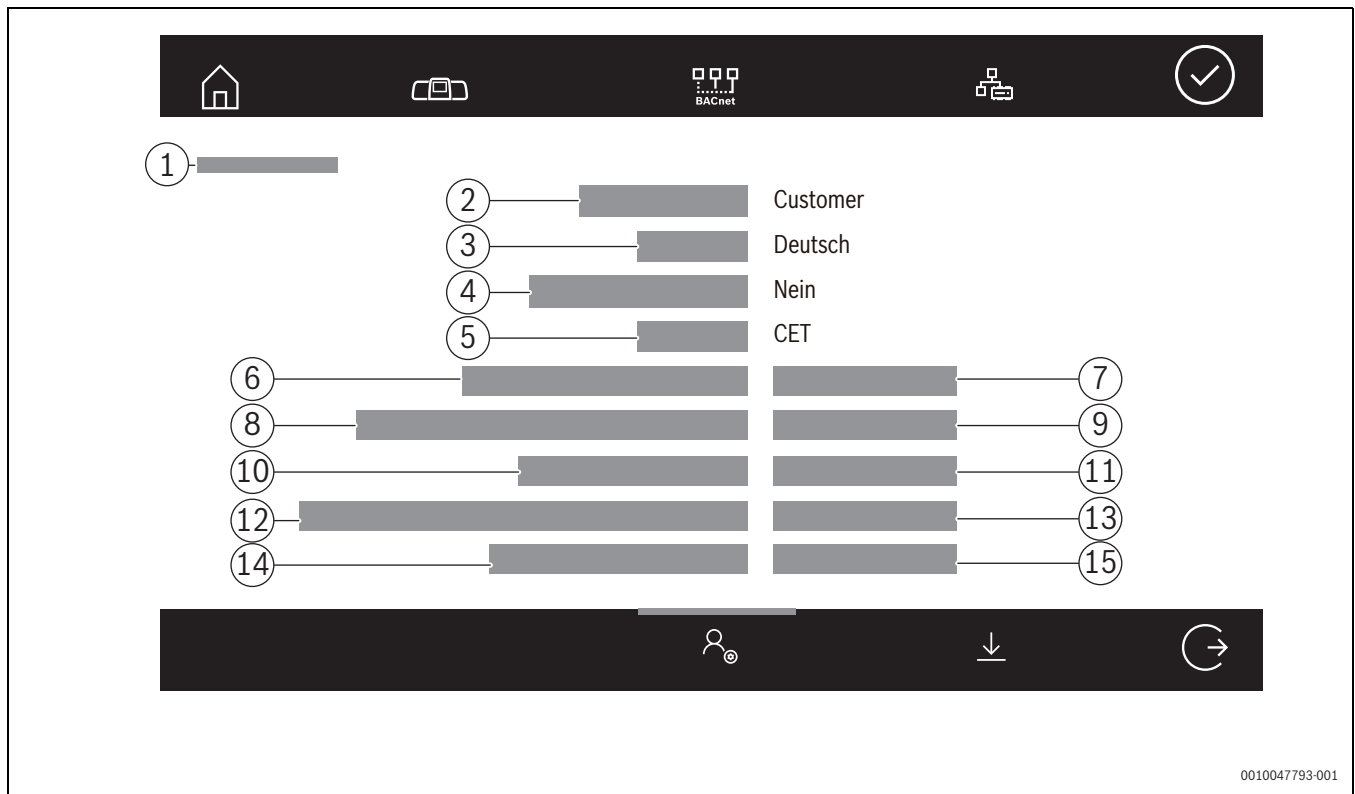

Bild 9 Systemeinstellungen
- ▶ **Passwort ändern: Ja** (→ Bild 9, [5]) auswählen, um bei der nächsten Anmeldung ein neues Passwort zu vergeben.